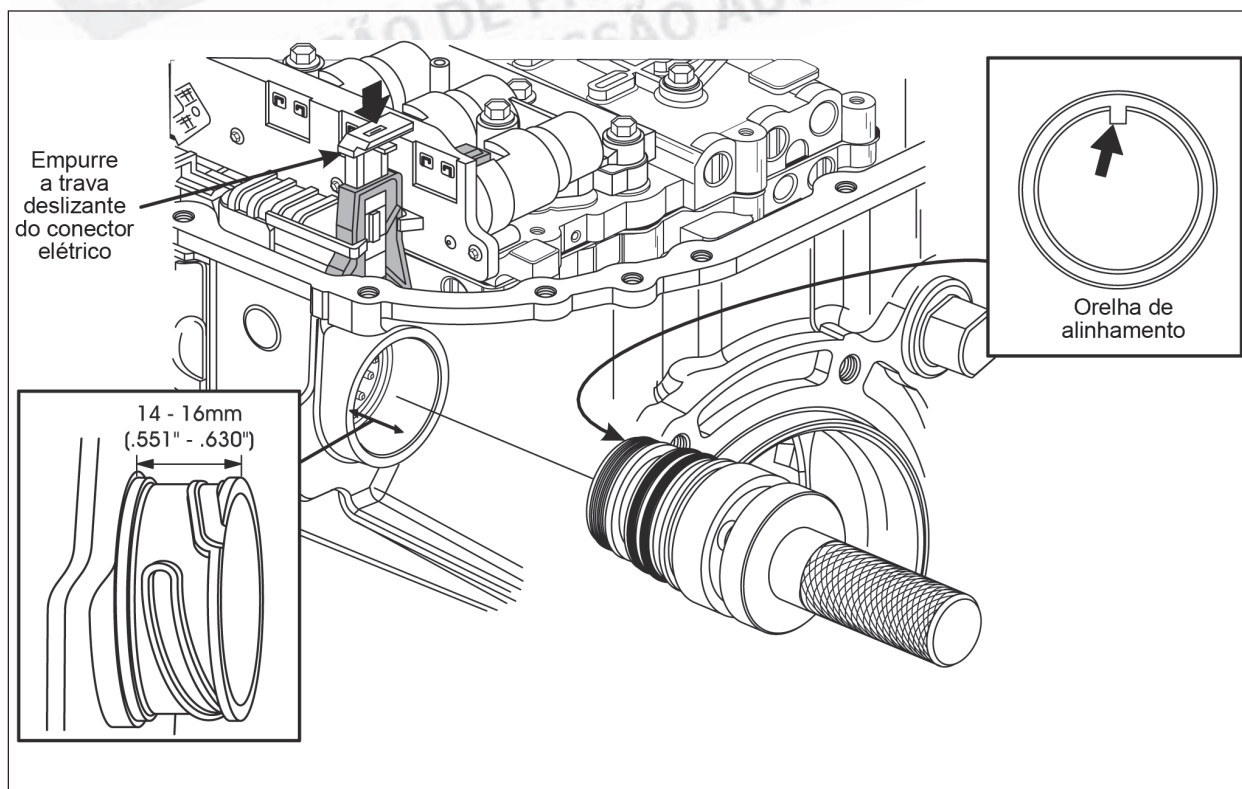

Figura 175
45. Empurre a luva diretamente no alojamento da carcaça e conector do TCM. **Não gire** a luva em hipótese alguma. (veja figura 175).
46. Quando a luva estiver instalada corretamente, a distância da superfície da carcaça à extremidade da luva deverá ser de 14-16 mm, conforme mostra a figura 175.
47. Certifique-se que a luva esteja completamente assentada e empurre para baixo a trava deslizante do conector, conforme mostra a figura 175, para travar a luva do conector em posição.